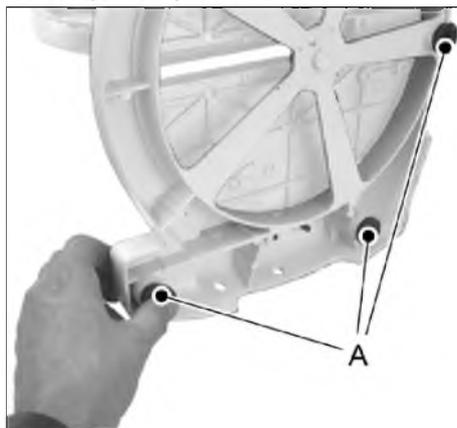

Рис. 3
- Вставьте 5 резиновых подкладок (A, Рис. 3) в отверстия.